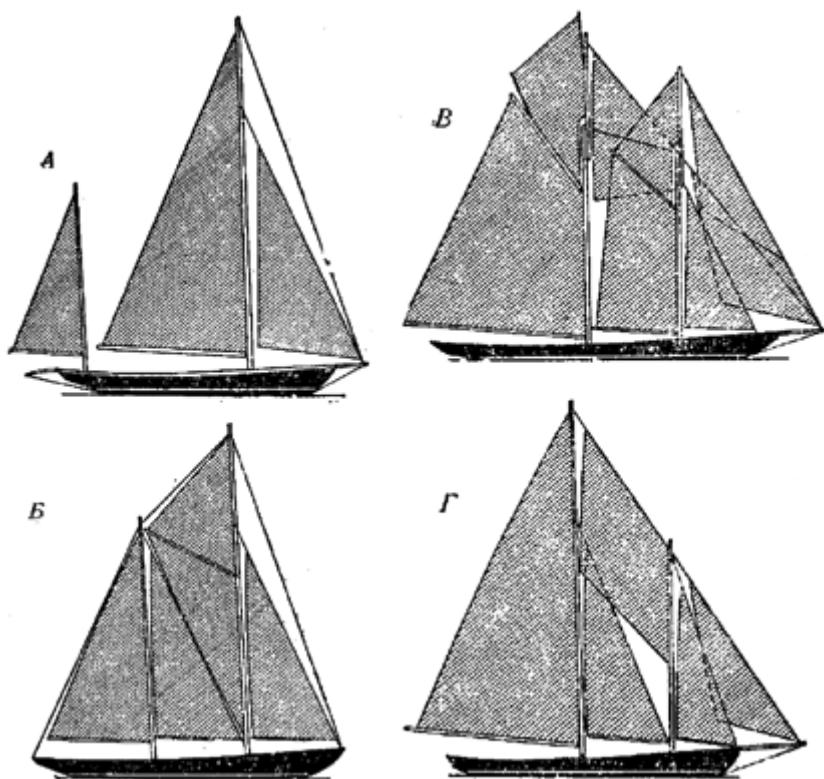

Рис. 15. Двухмачтовые яхты.
Двухмачтовые вооружения (**рис. 15**) применяют на крупных крейсерских яхтах, где для уменьшения крена важно иметь еще более низкую парусность, чем у тендеров. Кроме того, распределение общей парусности на несколько парусов облегчает работу экипажа с ними, что особенно важно на яхтах, совершающих дальние плавания. Чисто морские преимущества двухмачтовых яхт весьма велики: уборкой тех или иных парусов можно сразу уменьшить парусность, а комбинируя эти паруса, можно приспособиться к большому
**стаксельными (рис. 15, б).** Бизань-стаксель может быть и у обычного кэча или иола, только в этом случае его надо убирать при перекладывании грота с одного борта на другой.
**Шхуна** имеет заднюю мачту выше или равную передней. Передняя мачта двухмачтовой шхуны называется **фок-мачтой**, а задняя - **грот-мачтой**. Паруса называются соответственно **фок** и **грот**. Шхуны, как и прочие яхты, могут быть гафельными и бермудскими. Бермудские шхуны часто вооружены гафельным фоком (при равной с бермудским фоком высоте он может иметь большую площадь парусности, чем последний). Существует разновидность бермудской шхуны-стаксельная шхуна (рис. 15, 2). Эта шхуна не имеет фока. Промежуток между фок- и грот-мачтами (междумачтовый четырехугольник) заполняется одним или несколькими косыми треугольными парусами. Шхунами, как правило, вооружают самые крупные яхты - парусностью более 150-200 м2.